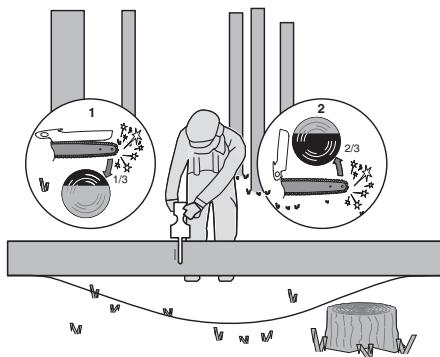

Figura. 4
Cuando el tronco es soportado en ambos extremos, como ilustrado, corte $\frac{1}{3}$ del diámetro de la parte superior (1). A continuación, realice el corte final rápidamente en la parte inferior (2) a $\frac{2}{3}$ para corresponder al primer corte. (Figura. 4)